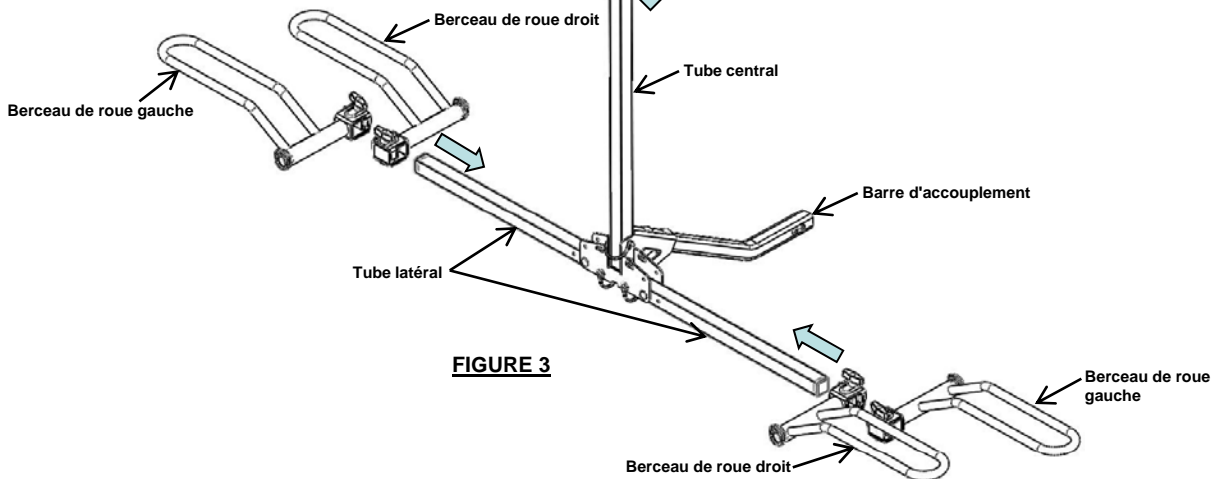

FIGURE 3
3. Glisser les berceaux de roue sur les tubes latéraux, comme illustré. (Fig. 3)
4. Glisser les crochets de cadre sur le tube central, comme illustré. (Fig. 3)